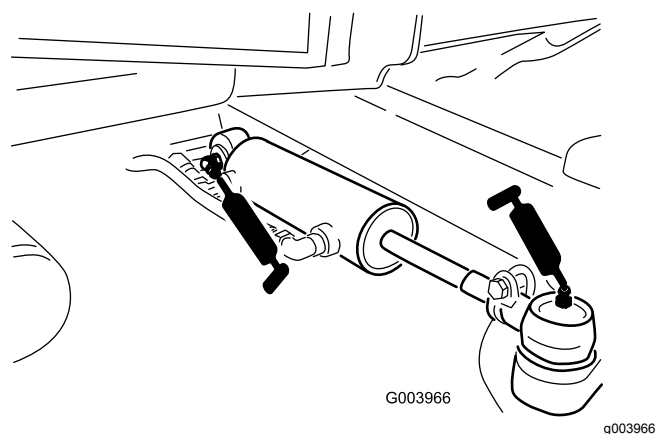

Figura 68
- Rótulas do cilindro de direção (2) (Figura 68)